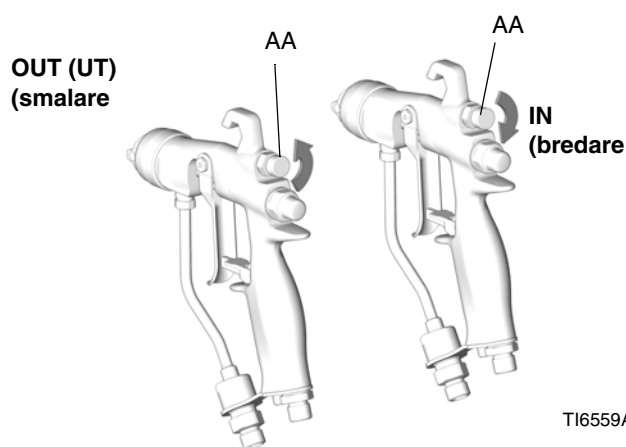

FIG. 7. Mönsterluftvred
- Se FIG. 7. Stäng av mönsterjusteringsluften genom att vrida ratten (AA) medsols (inåt) hela vägen. Detta ställer in pistolen till dess bredaste mönster.
- Se FIG. 7. För ett smalare mönster vrids du mönsterjusteringsventilratten (AA) motsols (utåt). Om mönstret fortfarande inte är tillräckligt smalt ökar du lufttrycket till pistolen något, eller använder ett munstycke i annan storlek.